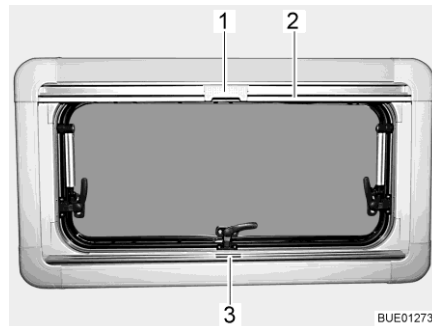

Bild 86 Överkantshängt fönster
- Ta tag i mitten på plisségardinens list (Bild 86,3) och drag den nerifrån och uppåt och släpp den vid önskad höjd. Plisségardinen stannar på denna höjd.
- Drag, med listen, (Bild 86,2) ner insektsnätet tills listen stöter mot plisségardinen (Bild 86,3).
- Lås fast insektsnätets spärr (Bild 86,1) på plisségardinens list.
- Tryck spärren (Bild 86,1) upptill på insektsnätet bakåt.
- För långsamt tillbaka insektsnätet med listen (Bild 86,2).